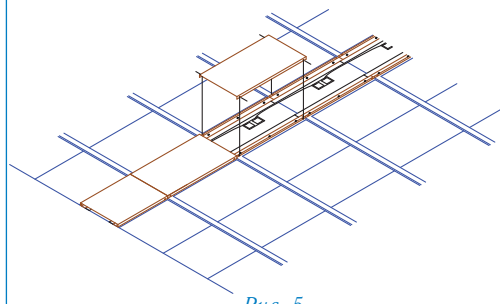

Рис. 5
### Установка крышки-клип (рис. 5)
- далее зафиксируйте крышки с помощью крепежных винтов (рис.5).